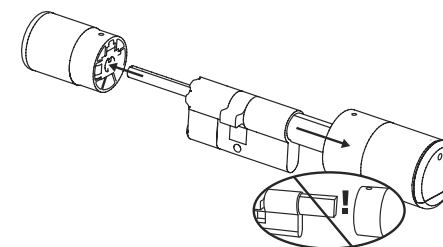

Fig. 3
③ Arraste o manípulo do lado de fora e o manípulo do lado de dentro o mais para trás possível (Fig. 3).